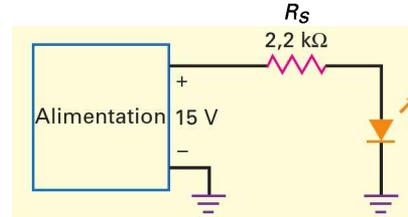

Figure 5.46
5.25 **III Multisim** Quel est le courant dans la LED de la figure 5.46 ?
5.26 Si la tension de l'alimentation de la figure 5.46 augmente jusqu'à 40 V, quel est le courant dans la LED ?
5.27 Si la résistance de la figure 5.46 décroît jusqu'à 1 kΩ, quel est le courant dans la LED ?
5.28 La résistance de la figure 5.46 décroît jusqu'à ce que le courant dans la LED soit de 13 mA, quelle est alors sa valeur ?